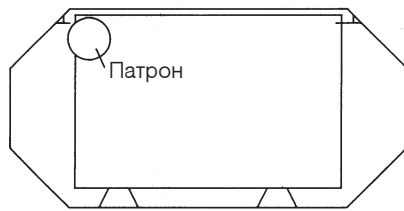

рис. 7
- при наличии вставки настенного светильника не находилась на патроне (рис. 7), а